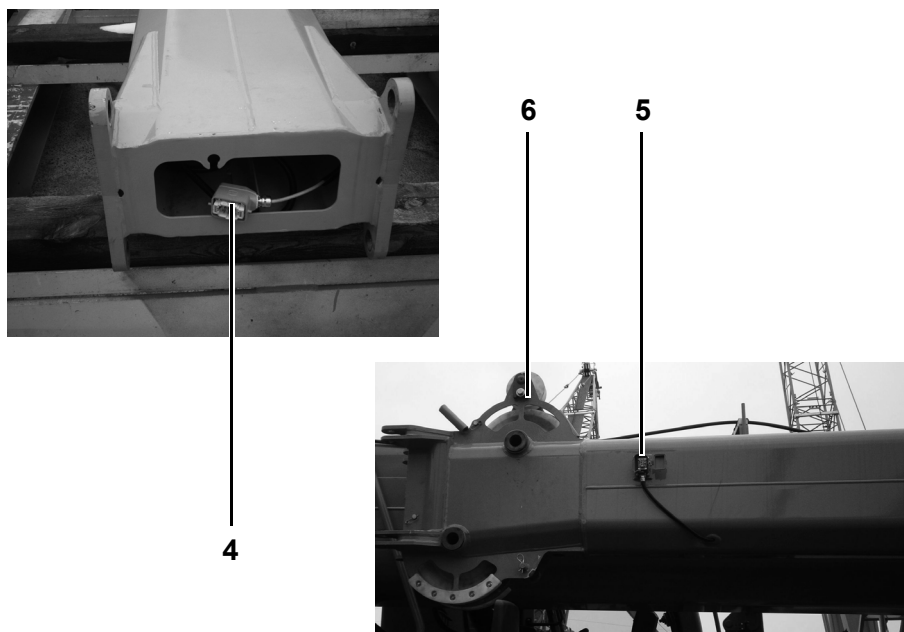
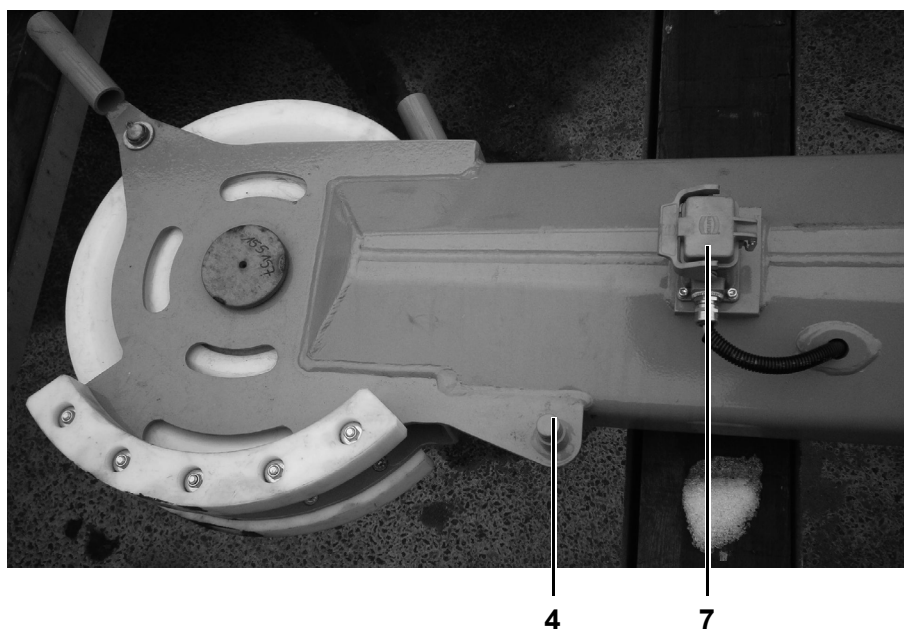

Fig. 194 Conexão da chave de elevação de limite de elevação à extensão da lança volante
Fig. 195 Conexão da chave de elevação de limite de elevação à extensão da lança volante
| 10 | Guie o cabo de elevação do guincho 1 sobre a polia defletora da lança principal e na direção da cabeça da lança volante. Guie o cabo de elevação entre a polia pequena (6) na Fig. 194 e a polia grande na cabeça da lança volante e sobre a polia na extremidade da extensão da lança volante, e enrole-o entre a polia na lança volante e o moitão inferior. |
| 11 | Plugue o cabo de conexão para a chave de limite de elevação (da lança volante) (4) na Fig. 194 na tomada de alimentação da lança volante (5) na Fig. 194. |
- 12 Aperte o fim de curso de elevação na extensão da lança volante (6) na Fig. 194 e conecte-o novamente ao terminal de alimentação correspondente (7) na Fig. 195.